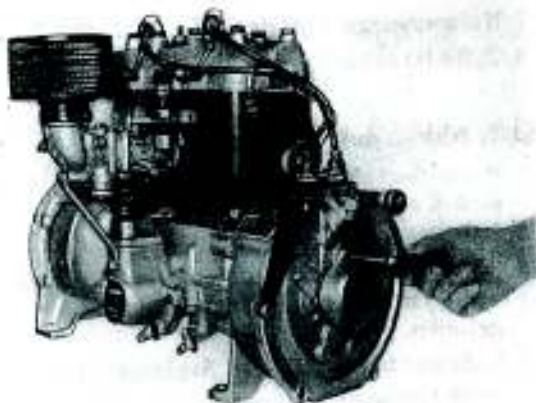

Bild 40. Zylinderschrauben ausdrehen
1. Zylinderschrauben ausdrehen und Schutzkappe abnehmen (Bild 40).